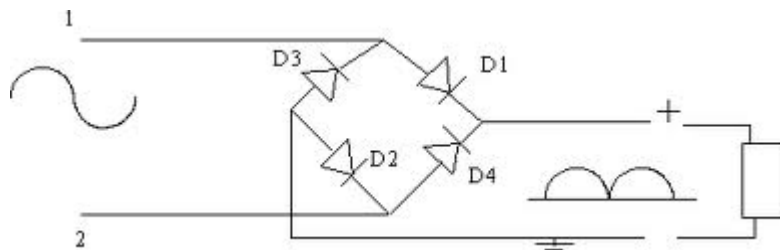

Figure 6
1. Réaliser le circuit de la figure 6.